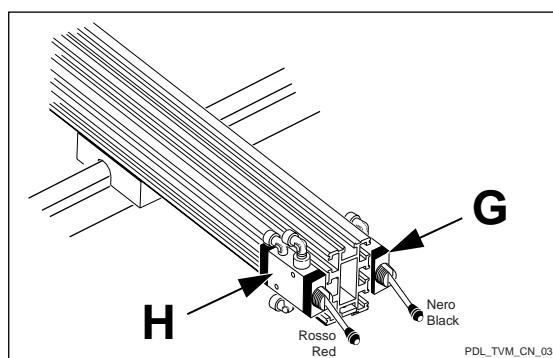

Fig. 8
- Valvola pneumatica a 2 vie G (fig. 8) per il bloccaggio/sbloccaggio delle ventose (attiva con selettore Z in posizione )
- Valvola pneumatica a 3 vie H (fig. 8) per l'abilitazione della doppia fila di battute di fondo (Opzionale)